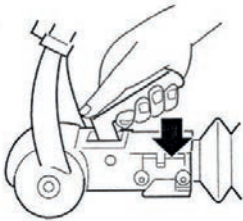

Fig. 1
1. Setzen Sie das AKS mit dem Kupplungshebel ganz nach oben auf die Kugel (Abb. 1.04, Abb. 1). Die Kugelkupplung verriegelt automatisch.